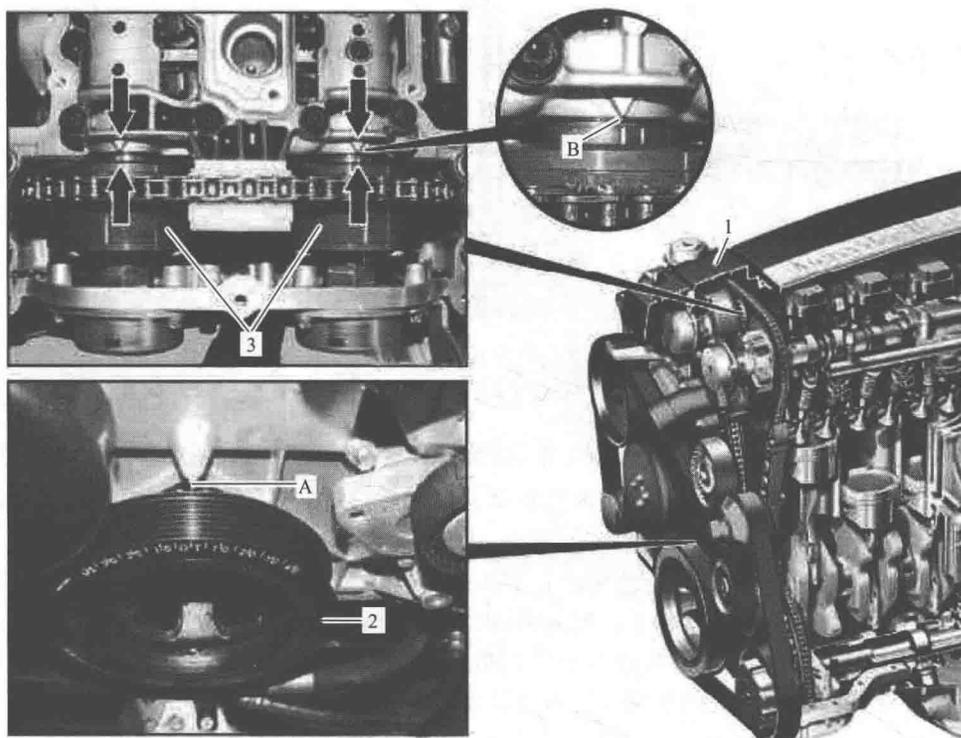

图 1-6 发动机 271 凸轮轴位置识别 1
发动机 271 凸轮轴位置识别 1 如图 1-6 所示。
- ① 拆下气缸盖罩，目视检查配气机构的相关部件是否损坏。
- ② 沿发动机运转方向在曲轴中央螺栓处转动发动机，直至气缸 1 的活塞位于点火上止点处。此时皮带轮/减振器上的上止点标记必须与定位缘 (A) 对准，进气凸轮轴和排气凸轮轴上的气缸 1 凸轮必须呈倾斜向上的状态。
- ③ 检查凸轮轴的基本位置。凸轮轴调节器上的标记 (图 1-6 中的箭头所示) 必须与凸轮轴轴承壳体处的标记 (B) 对准。
④ 按照拆卸的相反顺序装复相关部件。